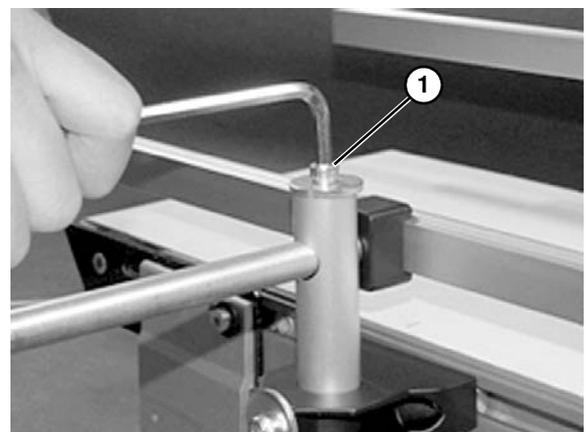

Figura 25
6. Ajuste el ancho del raíl con el tornillo superior (Figura 25, artículo 1).